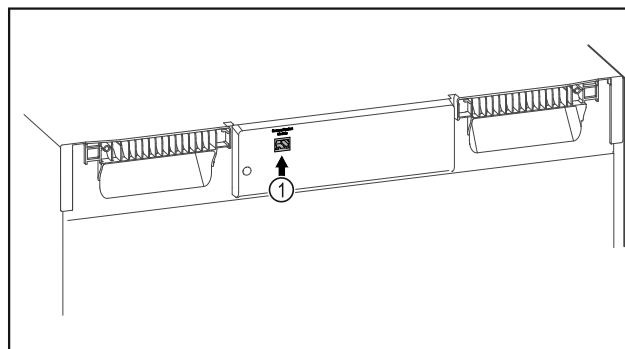

Fig. 120
- Se utiliza SmartModule Fig. 120 (1).